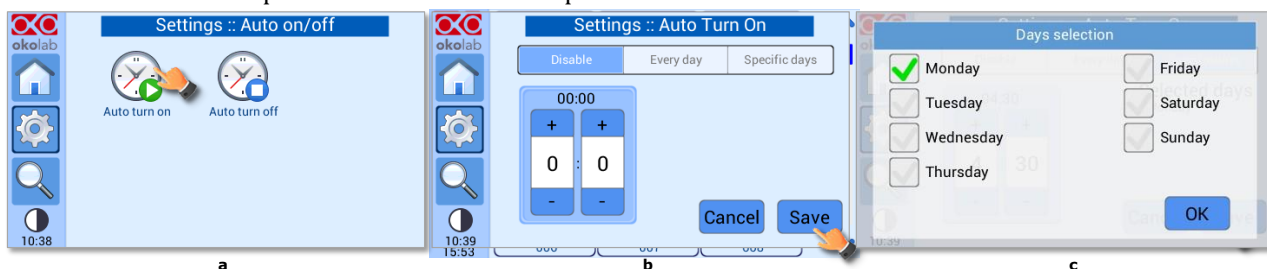

Figura 74. Menú de Encendido automático (a – b -c).
Pulse el icono de *Encendido automático* para acceder al menú de *Encendido automático* (ver figura 74 (a)). Configure la hora de encendido, el primer número es para configurar la hora (de 0 a 23) y el segundo es para los minutos. Si selecciona:
- *Días específicos*: el CONTROLADOR-H401-T se encenderá automáticamente a la hora establecida los días seleccionados; marque los días pertinentes y pulse **OK** (ver figura 74 (c)).
Pulse el icono de *Apagado automático* para acceder al menú de *Apagado automático* (ver figura 74 (a)). Configure la hora de apagado, el primer número es para configurar la hora (de 0 a 23) y el segundo es para los minutos. Si selecciona:
- *Días específicos*: el CONTROLADOR-H401-T se apagará automáticamente a la hora establecida los días seleccionados; marque los días pertinentes y pulse **OK** (ver figura 74 (c)).